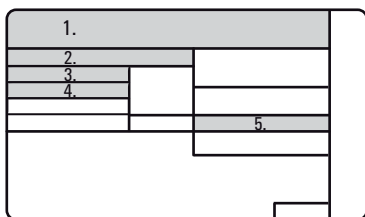

Figura 1-1 Targhetta identificativa modulo esterno
1 - Riempimento di fabbrica del modulo Outdoor (vedere Figura 1-1, pos. 5):	kg